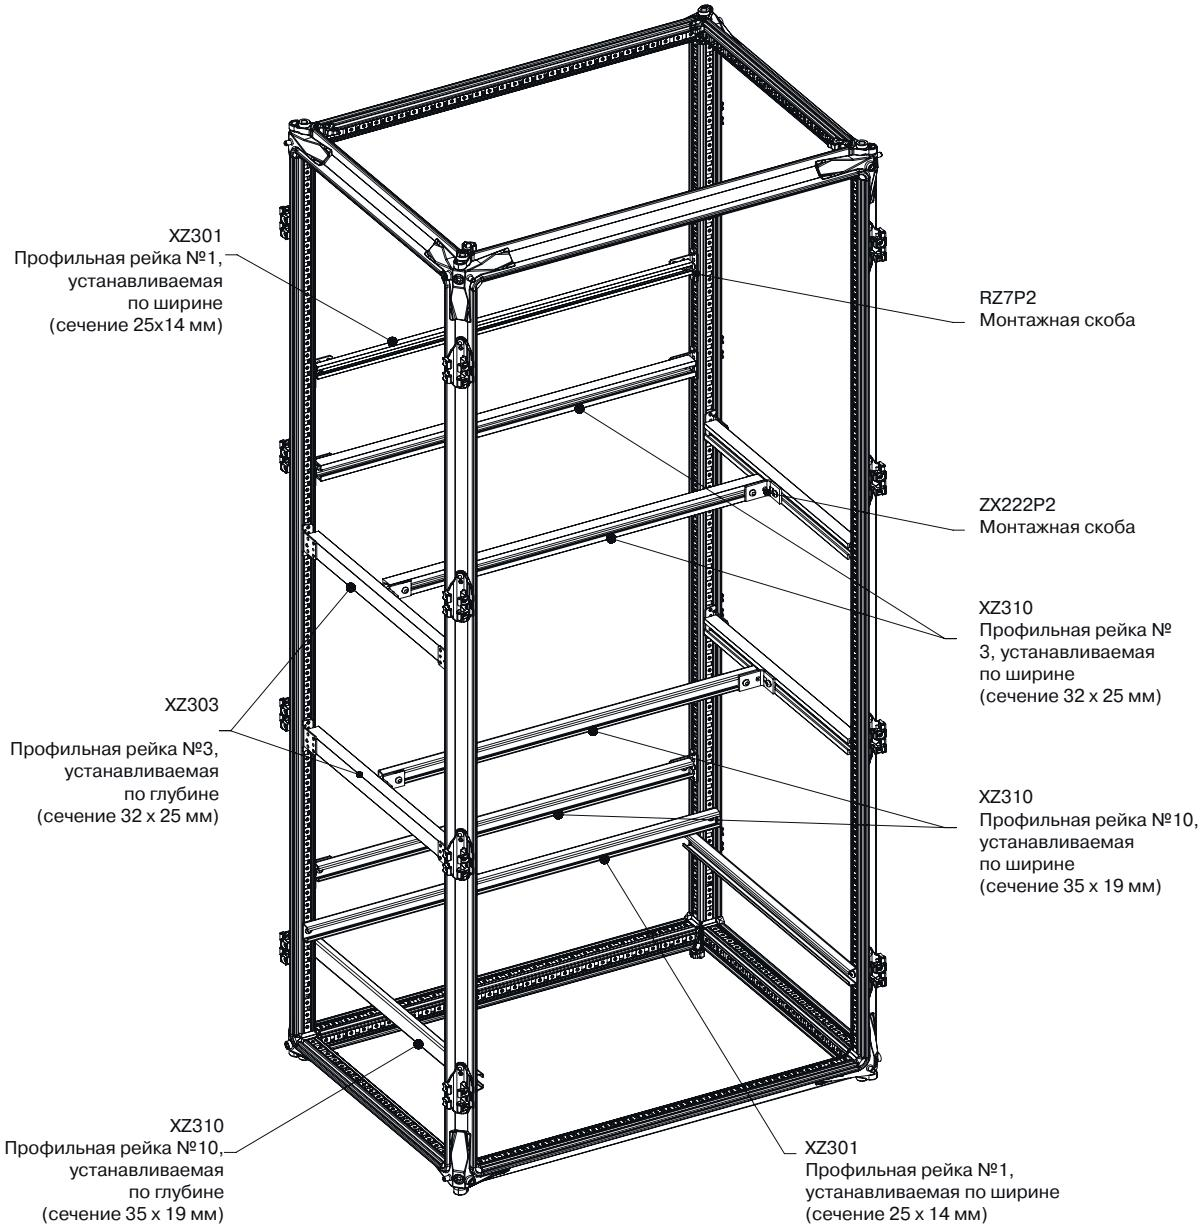

Рис. 1.15. Создание несущих конструкций с помощью алюминиевого профиля
■ **Алюминиевый профиль.** Этот тип профиля является самым универсальным и экономичным среди выше-обозначенных трех типов. Наиболее популярными и востребованными на российском рынке являются модификации XZ301E и XZ303E, которые представляют из себя отрезки длиной 6 метров и приобретают законченный для монтажа вид на сборочном участке в зависимости от конкретного применения (рис. 1.15). Для крепления данного профиля к каркасу шкафа чаще всего используются скобы RZ7P2, а для соединения таких профилей друг с другом уголки ZX222P2. Далее для монтажа аппаратов, изоляторов и т.п., применяются соответствующие крепежные элементы (болты, шайбы,